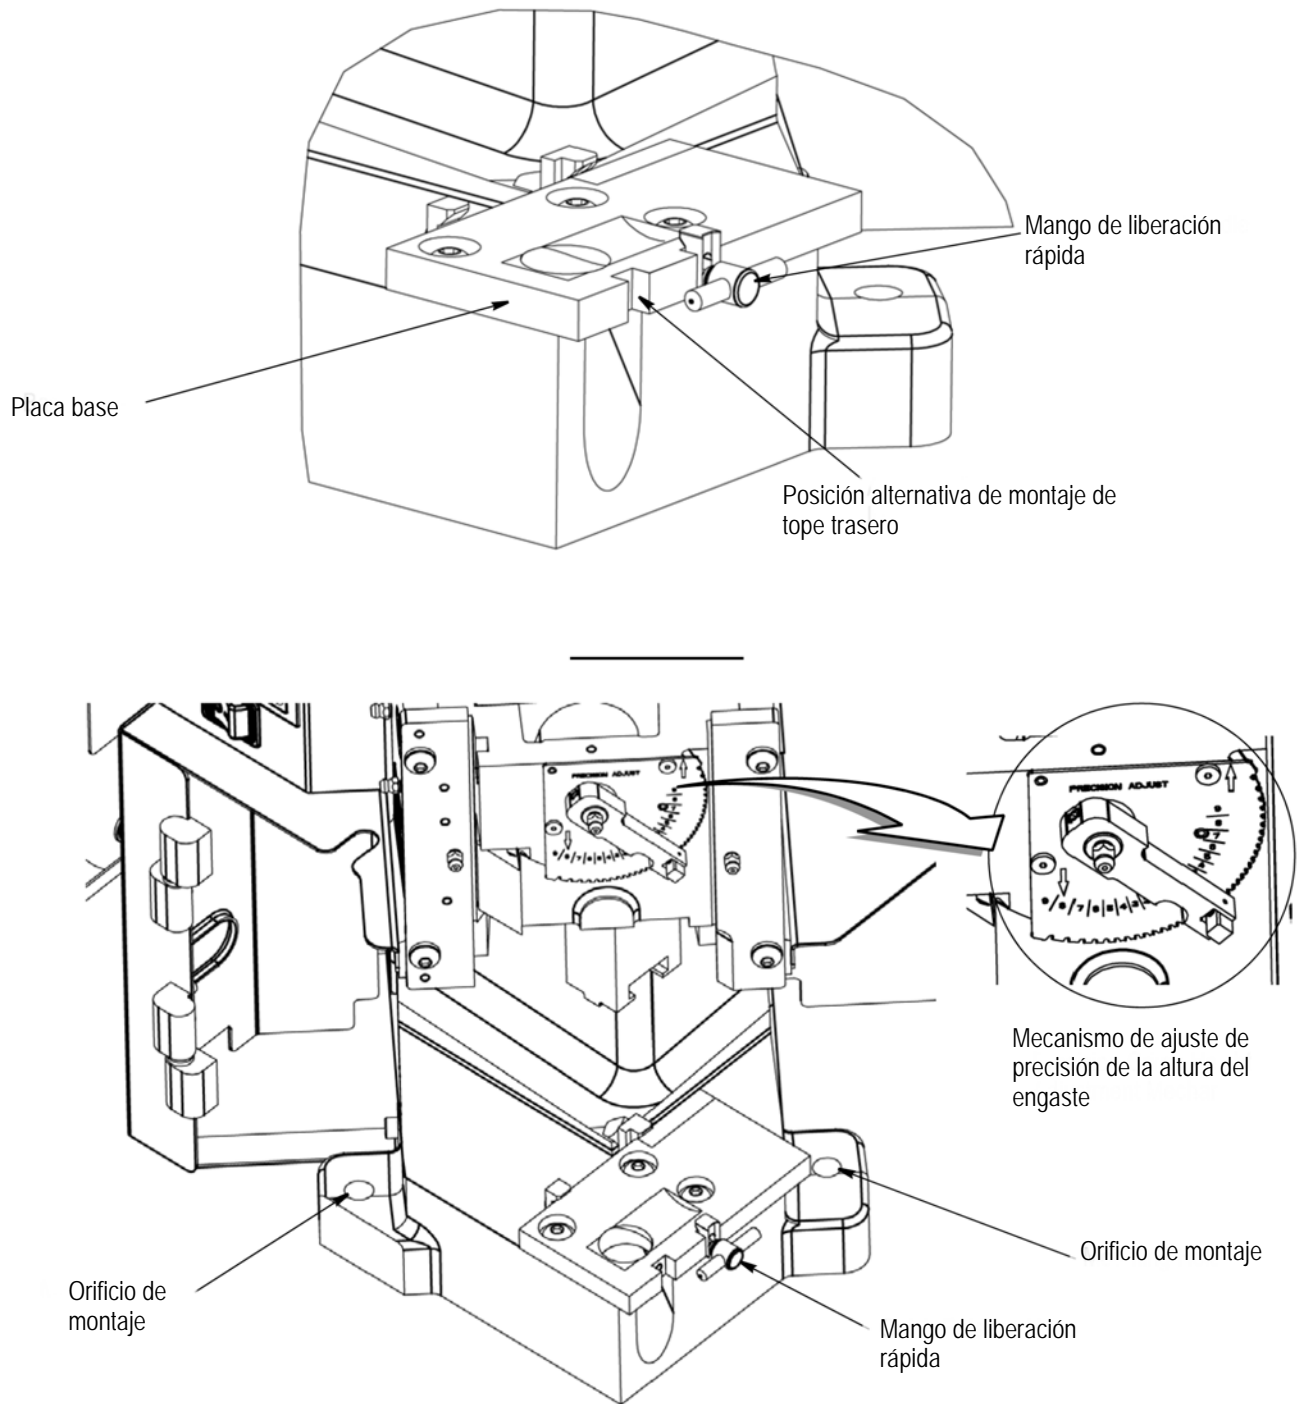

Figura 5
3. La **placa base** ofrece la superficie de montaje sobre la que se instala el aplicador. El aplicador se puede instalar y retirar de manera rápida y fácil gracias al dispositivo de cierre de liberación rápida. Consulte la Figura 5.
4. El **grupo de ajuste de la altura del engaste** emplea una excéntrica que se encuentra en la unión de la corredera junto con topes de retención en el mecanismo para ajustar la altura del engaste. Al indexar el mecanismo en cualquier dirección cambiará la altura del engaste en incrementos de aproximadamente 0,013 mm [0,0005 pulg.] por paso. Consulte la Figura 5 para conocer el mecanismo de ajuste de precisión de la altura del engaste.
Los equipos deberían atornillarse con seguridad al banco utilizando los orificios de montaje de la máquina que se indican en la Figura 5. El cliente es el encargado de suministrar los herrajes. La maquinaria no debe sobresalir de la parte delantera del banco.
1. Afloje el mango en T de liberación rápida (consulte la Figura 5) y deslice la sujeción de la base del aplicador hacia abajo.
Al utilizar el Aplicador 567200-2 (originalmente diseñado para utilizarse con la prensa AMP-O-LECTRIC modelo "K"), afloje el mango en T de liberación rápida, deslice para abajo la sujeción de la base del aplicador y retire el tope trasero que se encuentra en el lado izquierdo de la placa base. Instale el tope trasero (PN 354561-1) suministrado con el kit de alimentación de aire en la posición de montaje alternativa de la placa base. Consulte la Figura 5.